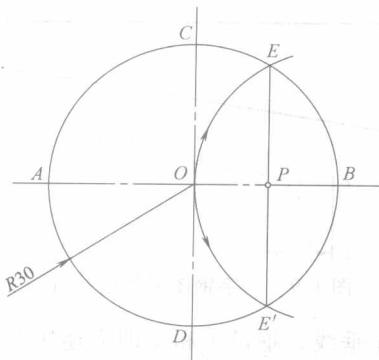

图 1-3 五角星图形的绘制（一）
- (1) 绘制基准线 绘制图形中的基准线（水平线 AB 和垂直线 CD），如图 1-3 所示。
- (2) 作圆 使用圆规绘制一个圆心在 O 点，半径为 30mm 的圆。
- (3) 作 OB 的垂直平分线（图 1-3）